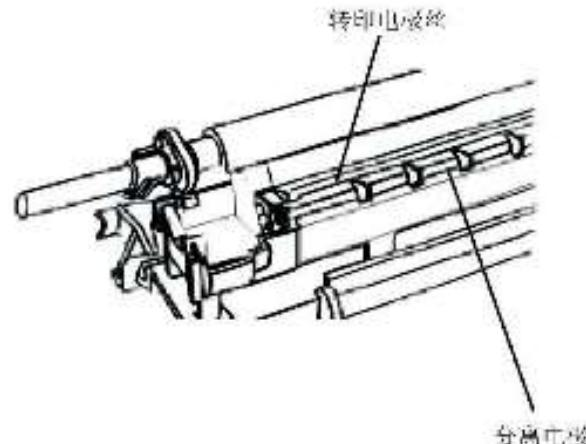

图 1 转印 / 分离电极
2. 将刷刷沾湿了去模剂或通用清洁溶剂后清洁转印电极（图 1）。